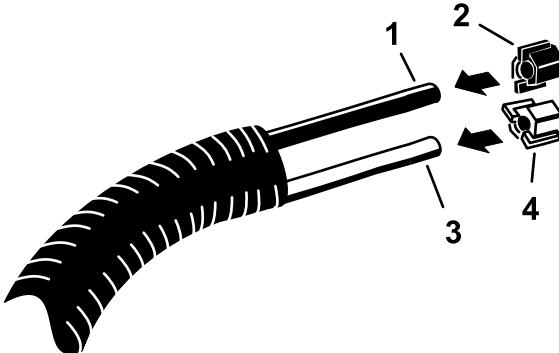

Рисунок 19
1. Установите синюю зажимную гайку на синюю трубку (жидкость) (Рисунок 19).
2. Установите белую зажимную гайку на прозрачную трубку (воздух) (Рисунок 19).